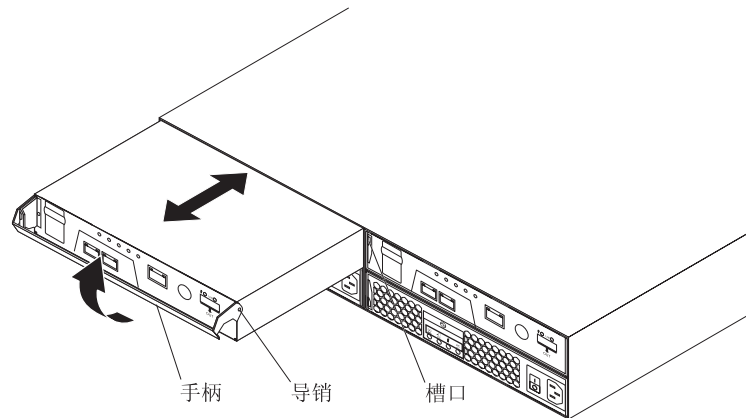

图 43. 卸下和更换控制器
- b. 从机架中缓缓拉出手柄，将控制器从托架中卸下，如图 43 所示。
- b. 确保控制器一侧的导引针正好嵌入 DS3300 机架上的槽口。请参阅第 81 页的图 43。